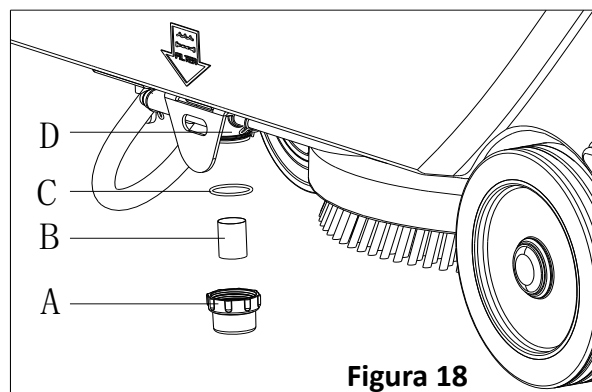

Figura 18
4. Togliere il coperchio del filtro (A, Figura 18) per pulire lo schermo del filtro (B), e quindi riposizionarlo sul supporto del filtro (D).